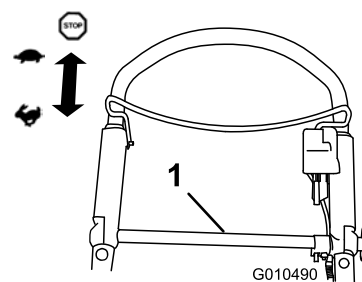

Figure 24
Pour actionner l'autotraction, il vous suffit d'avancer, les mains posées sur la partie supérieure du guidon et les coudes serrés ; la tondeuse avance automatiquement à votre rythme (Figure 24).
**Remarque:** Si vous avez des difficultés à faire reculer la tondeuse après avoir utilisé l'autotraction, poussez légèrement la tondeuse en avant de 2,5 à 5 cm (1–2 po) sans embrayer la transmission d'autotraction (Figure 24), puis tirez-la en arrière.